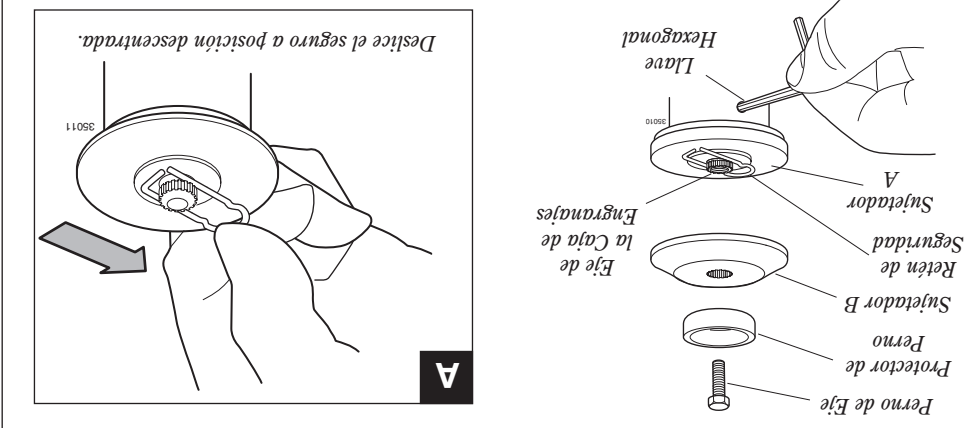

Figura 12
1. Con el eje de salida de la caja de engranajes cara arriba, gire el eje de cambios y el sujetador A hasta que la muesca en el borde de la caja de engranajes, y luego asegure el sujetador a la caja insertando el lado más largo de la llave hexagonal a través de ambas muescas. Consulte la figura 12.
2. Retire el perno del eje, el protector del perno y el sujetador B. Consulte la figura 12.